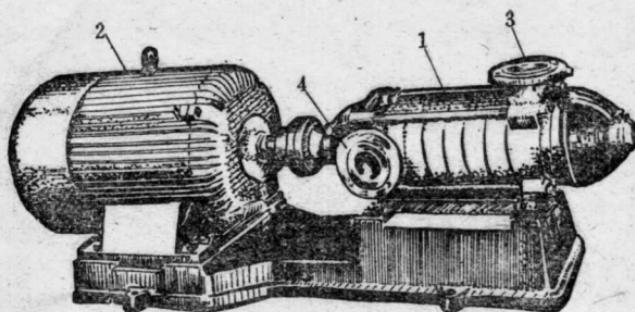

图 1-3 DA型泵外形
(3) DA(D)型泵 DA型泵是多级离心泵，如图1-3所示。它的特点是：扬程高，流量小，但结构复杂。这种泵大多用于山丘扬程高的地区。